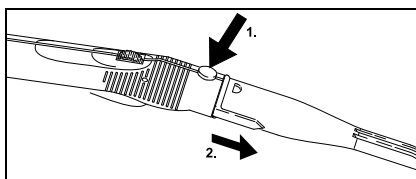

Fig. 9
- ➔ Para retirar los accesorios, pulse la tecla de desbloqueo (C2 o G2) y desacople las piezas (véase la fig. 9).